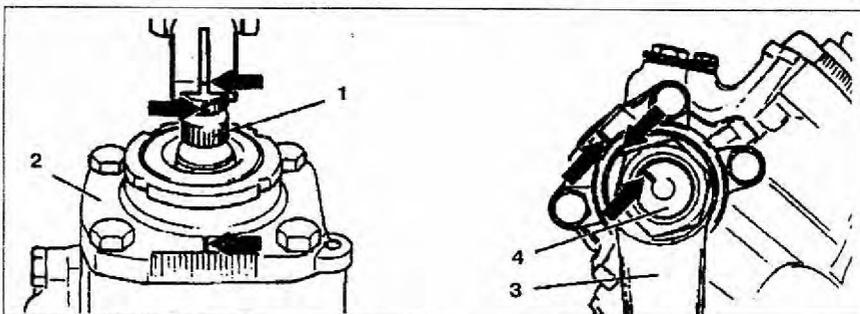

Рис. 6.3. Проверка и регулировка центрального положения в рулевого механизма:
2. Проверьте совмещение метки **1** на валу рулевого механизма с меткой **2** на корпусе рулевого механизма и, если необходимо, откорректируйте их совмещение (рис. 6.3). Колеса должны находиться в положении для прямолинейного движения.